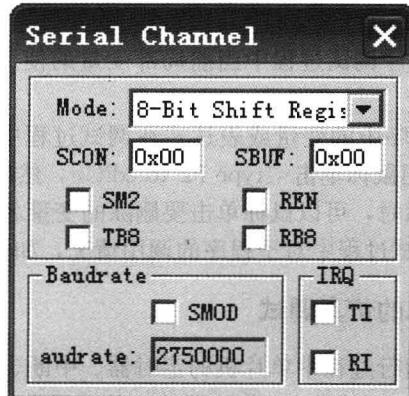

图 1-18 串行口对话框
(3) Serial: 用于显示或控制 51 单片机的串行口运行状态，如图 1-18 所示。